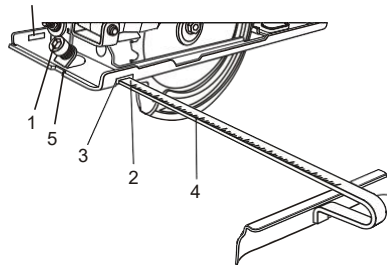

FIG. 5
1. Desserrez la vis de blocage du guide latéral (1) dans le sens inverse des aiguilles d'une montre d'environ 2 tours à l'aide de la clé hexagonale de 5 mm (Fig. 5).
2. Faites glisser la tige de montage du guide latéral (2) dans les fentes de montage (3) de la semelle.
3. Alignez la largeur de coupe désirée sur la balance (4) avec le repère de coupe 0 ° (5) dans la semelle.